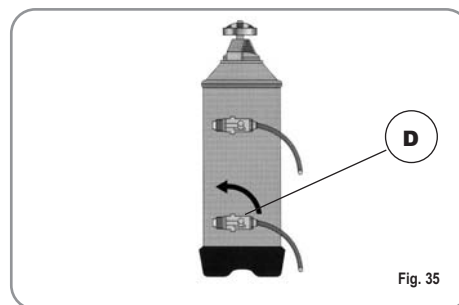

Fig. 35
- 3) Llevar nuevamente la palanca D hacia la izquierda (Fig. 35).